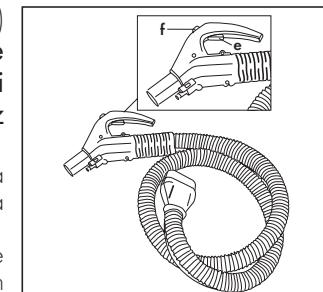

Fig. 14
- Brancher la machine en intervenant sur l'interrupteur général (4)
- Appuyer sur la touche de commande aspiration (f) située sur la poignée du tuyau flexible (d) en conservant la pression sur la touche pour brancher ou débrancher la fonction d'aspiration. Fig. 14
- Brancher la machine en intervenant sur l'interrupteur général (4) et appuyer sur l'interrupteur chaudière (5). Attendre l'éclairage du voyant vert machine prête (8) avant de l'utiliser.
- Réglér le flux de la vapeur en intervenant sur le volant (6) placé sur l'appareil en tournant dans le sens des aiguilles d'une montre pour augmenter le flux de vapeur et dans le sens contraire pour le diminuer.
- Appuyer sur la touche de commande de la vapeur (e) placée sur la poignée du tuyau flexible (d), pour brancher ou débrancher la fonction de débit de vapeur. Fig. 14.